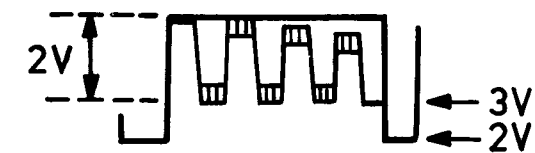

Fig. I-3
- d. Die Helligkeitseinstellung derart vornehmen, dass der Pegel des schwarzen Balkens im Videosignal auf 3 V gelangt (siehe Bild I-3).